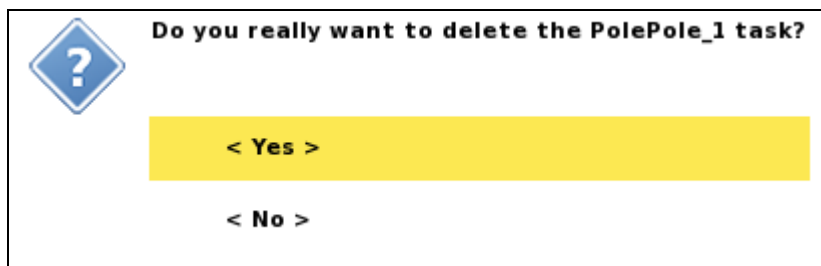

Figura 21 Dialogo de confirmación de eliminación de Tareas
- **Delete:** Un dialogo de confirmación se muestra y la Tarea se borrara si el usuario confirma su eliminación (Figura 21)